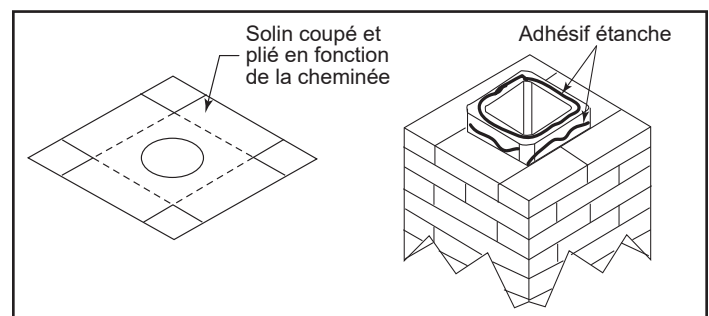

Figure 3.49
3. Fixez le solin (705C) en haut de la cheminée de maçonnerie au moyen d'un cordon de mastic non durcissant. Si le solin est plus grand que le haut de la cheminée, faites des entailles et repliez-le selon les besoins par l'adapter à la cheminée (figure 3.49).